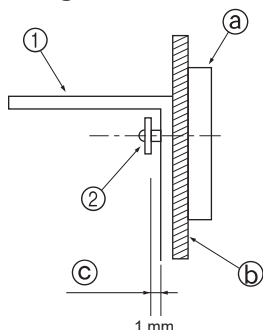

Fig. 3-4
- Først monteres beslaget på væggen, og derefter strammes skruen, så beslaget kan glide op og ned. (Fig. 3-4)
- ① Beslag til forhindring af væltning
- ② Selvskærende skrue
- ③ Lægte
- ④ Væggens overflademateriale
- ⑤ Afstand på ca. 1 mm